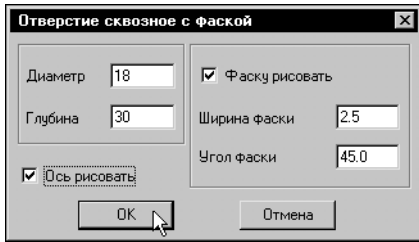

Рис. 51.31. Задание параметров отверстия
2.4. В диалоге **Отверстие сквозное с фаской** задайте параметры отверстия (рис. 51.31) и нажмите кнопку **ОК**.